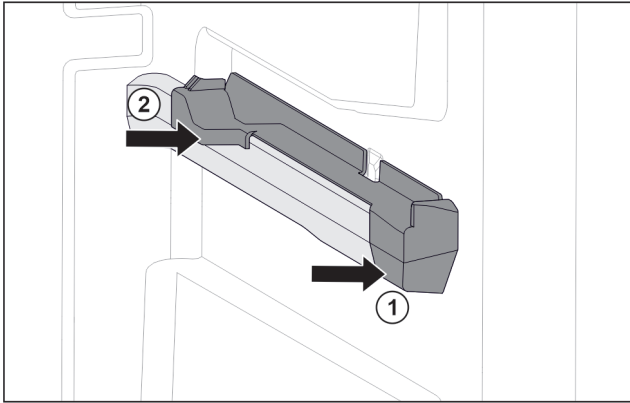

Fig. 25 Elemento inseribile sulla nervatura destra del contenitore
- ▶ Posizionare l'elemento inseribile sulla parte anteriore della nervatura del contenitore. Fig. 25 (1)
- ▶ Premere l'elemento inseribile sulla parte posteriore. Fig. 25 (2)